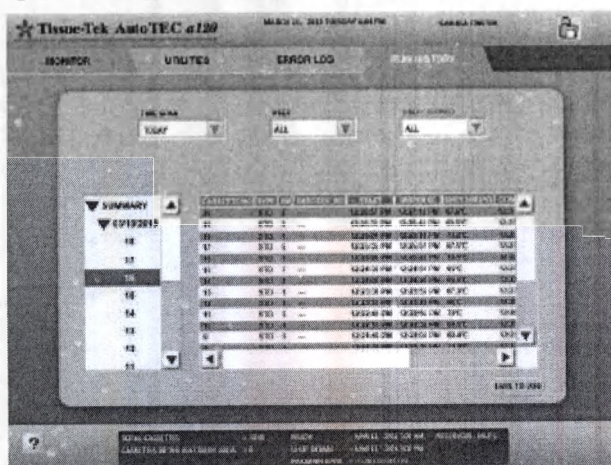

Рисунок 4HH
1. При прикосновении к индивидуальной обойме, отображается подробная информация относительно цикла отдельной кассеты, т.е. базовая форма, количество раз, время распределения и время завершения (рис. 4HH).